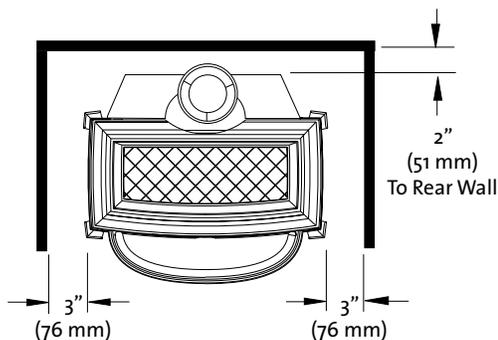

Figure 2. Dégagements d'installation parallèle.
**Dégagements minimums du poêle aux matériaux combustibles: Voir fig. 2 à 6.**